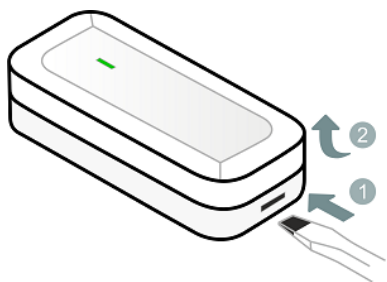
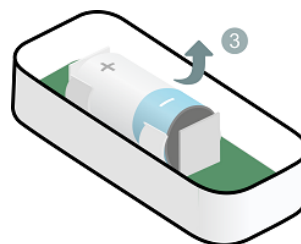

Рисунок 6.3 – Вскрытие корпуса датчика
Рисунок 6.4 – Извлечение батареи
- 2.2. Если датчик не в первый раз переводится в режим связывания, то вскройте корпус датчика: при помощи плоской отвертки нажмите на одну из защелок и, не отпуская защелку, потяните крышку корпуса вверх (см. рисунок 6.3). Извлеките батарею из датчика (см. рисунок 6.4). Подождите 30 секунд и установите батарею обратно, соблюдая полярность.
1. Вскройте корпус датчика, если он был закрыт (см. рисунок 6.3).
2. Подключите провода внешних сенсоров к клеммам (6):
2. С помощью индикации на датчике. Для этого вскройте корпус датчика (см. рисунок 6.3) и один раз коротко нажмите на кнопку тампера (7, рисунок 2.1). Посмотрите на индикатор датчика. Соответствие уровня связи и индикации представлено в таблице 9.1.
- 1) Вскройте корпус датчика (см. рисунок 6.3).